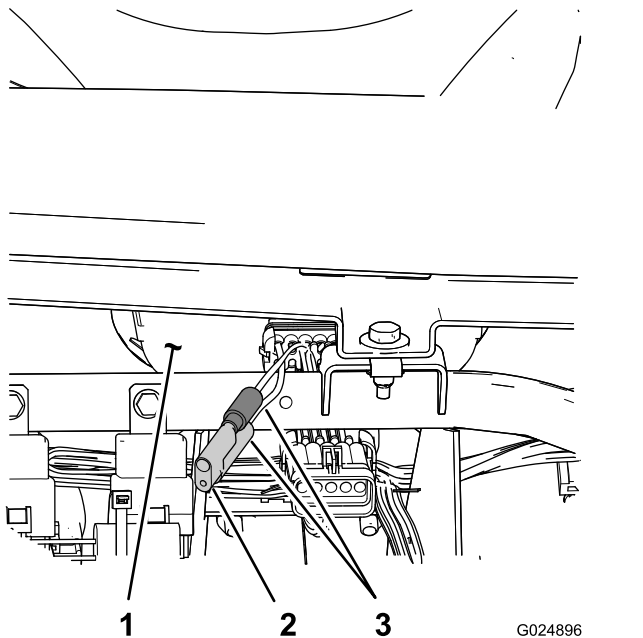

Figura 81
3. Individuate i 2 fili sciolti accanto al misuratore (Figura 81).
4. Rimuovete lo spinotto di connessione dal cablaggio elettrico e collegate i cavi tra loro (Figura 81).